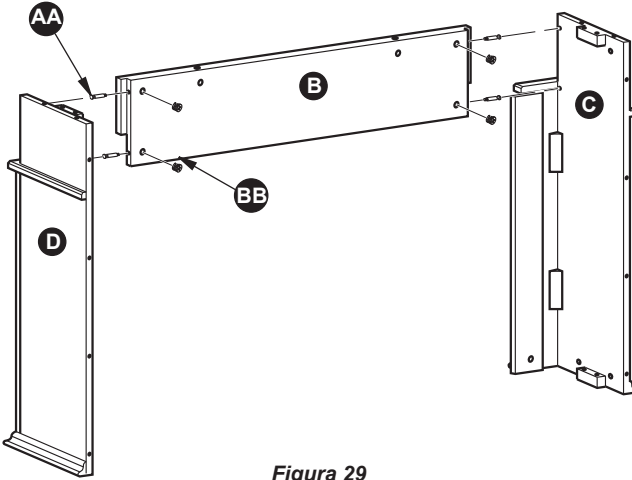

Figura 29
1. Inserte los 4 cerrojos de leva (BB) en la Panel (B). Atornille 4 Espigas de leva (AA) en el Panel lateral izquierdo (C) y el Panel lateral derecho (D). Coloque la Panel (B) en la estructura ensamblada (C, D) apretando la los Cerrojos de leva (BB) como se muestra en la Figura 29.